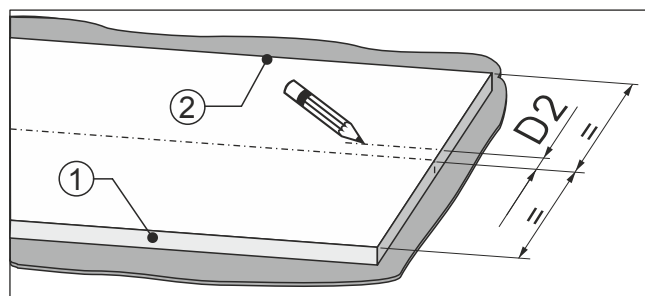

Fig. 91
- Від центральної лінії меблевого фасаду відміряти відстань Fig. 91 (D2) у напрямку до сторони обмежувача ходу дверцят Fig. 91 (2).